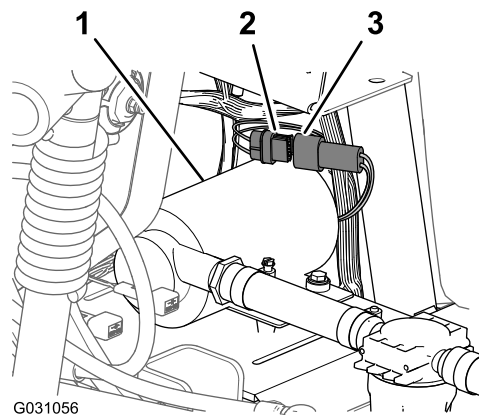

Рисунок 121
1. Подсоедините 6-штыревой соединитель жгута проводов промывочного насоса к 6-гнездовому соединителю заднего жгута проводов с маркировкой RINSE PUMP (ПРОМЫВОЧНЫЙ НАСОС) (Рисунок 121).